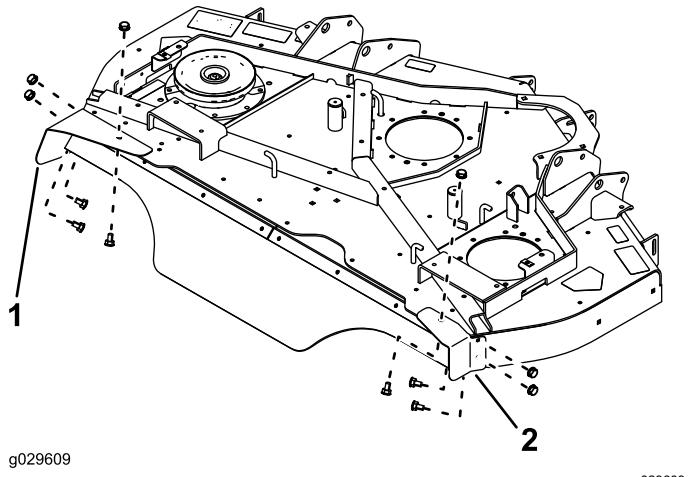

Figura 5
6. Montate il carter pedale destro sulla parte superiore e laterale del piatto di taglio con 3 bulloni a testa tonda (5/16 x 3/4 poll.) e 3 dadi (5/16 poll.), come illustrato nella Figura 5.
7. Montate il coperchio dei pedali sinistro sulla parte superiore e laterale del piatto di taglio con 3 bulloni a testa tonda (5/16 x 3/4 poll.) e 3 dadi (5/16 poll.), come illustrato nella Figura 5.